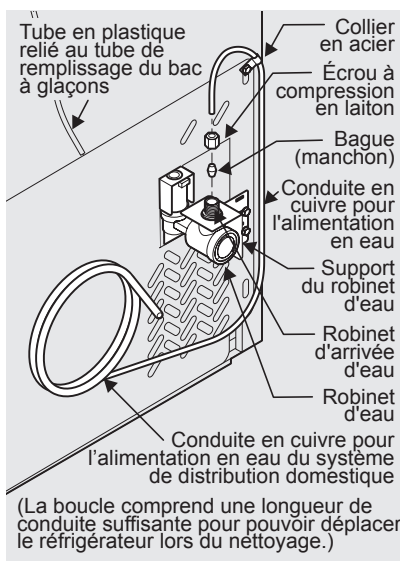

Figure 1
4. Si vous utilisez des tubes en cuivre - Glissez l'écrou à compression en cuivre, puis la bague d'extrémité (manchon) sur la conduite d'alimentation en eau. Poussez la conduite d'alimentation en eau dans l'entrée du robinet d'arrivée d'eau aussi loin que possible (6,4 mm / ¼ po). Glissez la bague d'extrémité (manchon) dans l'entrée du robinet et serrez l'écrou de compression à la main sur le robinet. Serrez d'un autre demi-tour avec une clé; NE PAS serrer trop fort. Voir Figure 1.